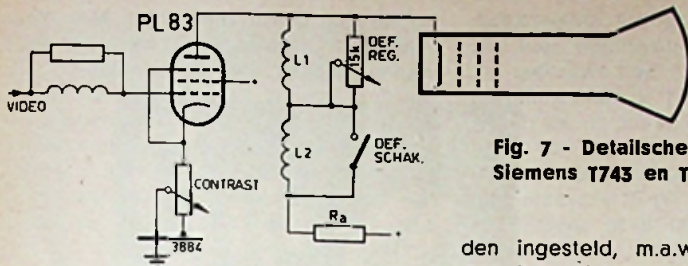

Fig. 7 - Detailschema Siemens T743 en T753
D) In fig. 7 ziet men een detail van het schema der Siemens T743 en T753 en wel de videoversterker PL83. In de anodeketen van deze buis zijn 2 correctiespoelen geschakeld, over L1 is de beeldbreedteregelaar van 15 kΩ geplaatst, terwijl L2 met een schakelaar kan worden kortgesloten. De regelaar heeft een „locking”, een markerings-stand, die van veel gemak kan zijn bij het instellen voor de eerste maal. Rechtsom van de markering ontstaat een „verwazings” effect, zoals ook in de fotografie bekend is en linksom een verscherping der contouren wegens een klein „plastic” effect. Indien de fase van de zender niet gecorrigeerd zou zijn, compenseert de spoel L2 de onvermijdelijke looptijden in de ontvanger. Is de fasecurve van de zender daarentegen wel correct, dan wordt L2 kortgesloten.